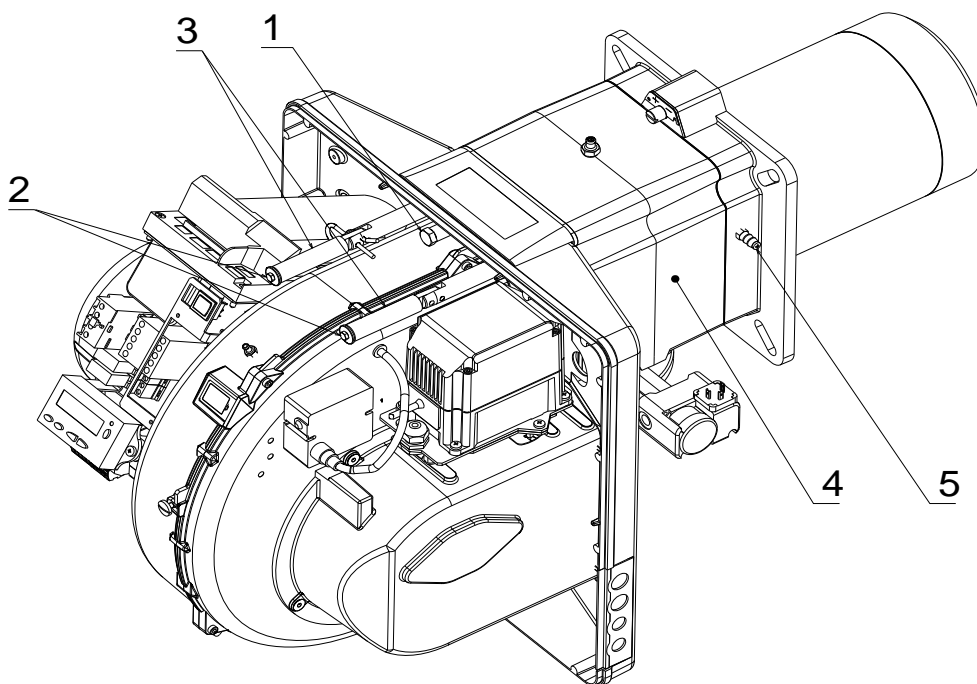

Fig. 18
- conectar el cable de la sonda y el cable del electrodo y luego deslizar el quemador hasta el manguito, quemador en la posición ilustrada en la Fig. 18;